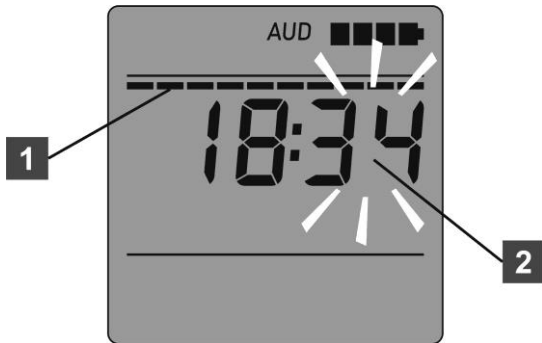

Рисунок 22 – РКІ дозиметра
Для переходу в підрежим корекції часу та дати необхідно натиснути і утримувати кнопку ПОРІГ до відображення на РКІ смуги (1), що «рухається» по індикатору миттєвого значення, та початку мигання цифрових розрядів хвилин (2) (рисунок 22).